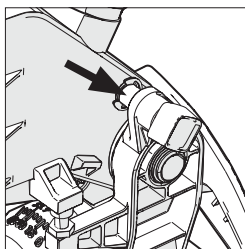

Fig. 16
- Asigurați-vă că capul de tăiere este blocat în poziția coborât, cu știftul de blocare introdus complet în priza sa (vedeți Fig. 16).
- Asigurați-vă că capul de tăiere este blocat în poziția coborât, cu știftul de blocare introdus complet în priza sa (**Fig. 16**).
- Scoateți știftul de prindere a capului (**Fig. 16**) și lăsați capul de tăiere să se ridice în poziție superioară.